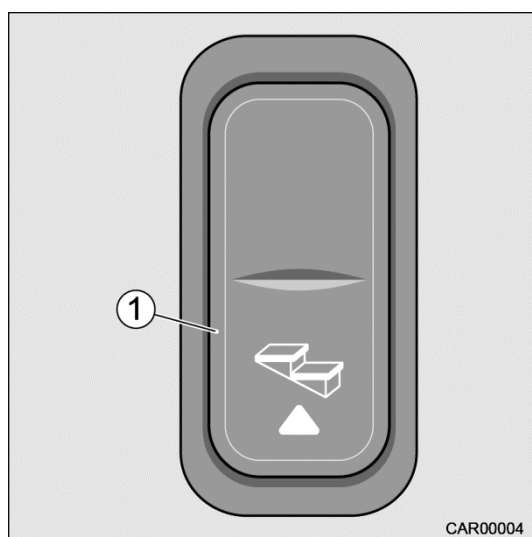

Fig. 8 Interrupteur en cabine
1. Appuyer sur l'interrupteur à bascule (Fig. 8/1) et le marche-pied rentre complètement.